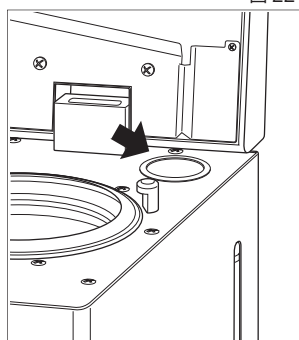

図 25
- 6) 新しい水(1L)※を給水口よりゆっくり注ぎます。使用する水は  $15 \mu \text{ S/cm}$  以下の蒸留水、イオン交換水、RO 水等を使用してください。(図 25)